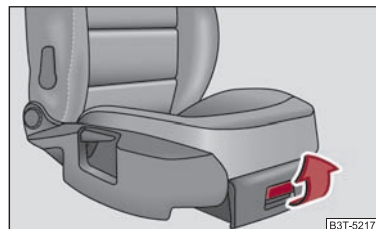

Fig. 110 Asiento del acompañante: Portaobjetos
- Para abrir la tapa, inclinar el cierre y levantar la tapa ⇒ fig. 110.